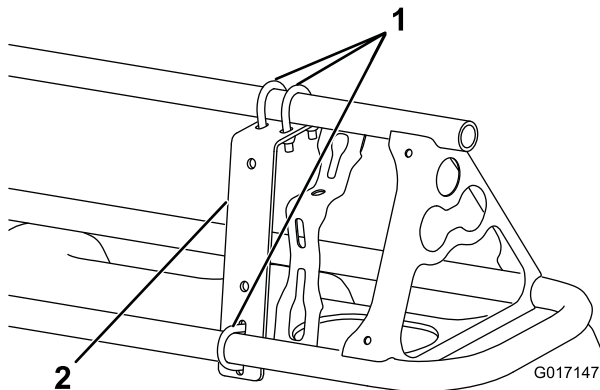
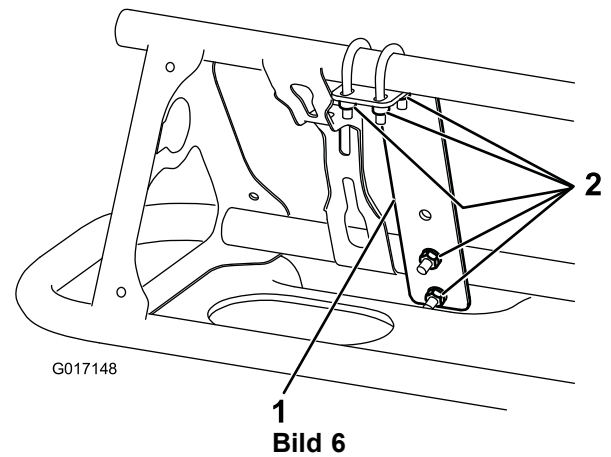

Bild 5
Bild 6
1. Befestigen Sie eine Befestigungshalterung mit drei U-Bügeln und sechs Sicherungsmuttern (1/4") vorne an jedem Ausleger in der Nähe der äußeren Düse (Bild 5 and Bild 6).